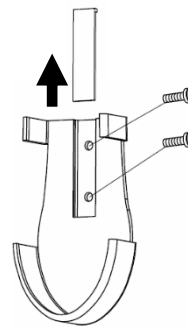

Fig. 13a
2. Rimuovere la copertura delle viti e installare il supporto alla parete usando le 2 viti, quindi reinstallare la copertura delle viti (Fig.13a).